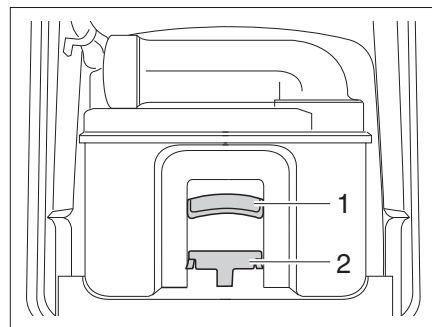

Fig. 283 Cassette Thetford
- Tirer l'étrier de fixation (Fig. 283,2) vers l'avant pour déverrouiller la cassette de toilette et extraire la cassette par la poignée (Fig. 283,1).